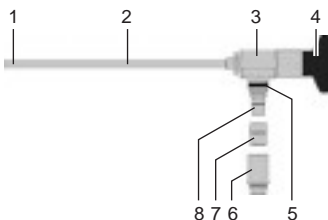

Fig. 1 Installazione
- Smontare il connettore della guida di luce (vedere fig. 1).